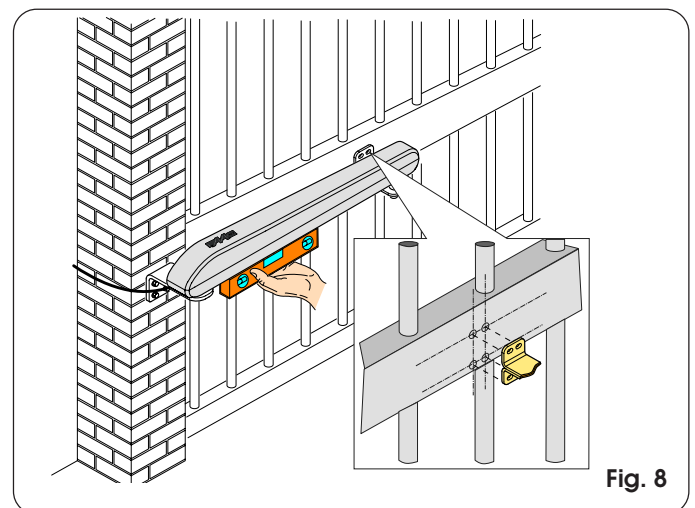

Fig. 8
- Appoggiare l'attacco all'anta e tracciare i punti di fissaggio, verificando la perfetta orizzontalità dell'operatore e dell'attacco (Fig. 8).